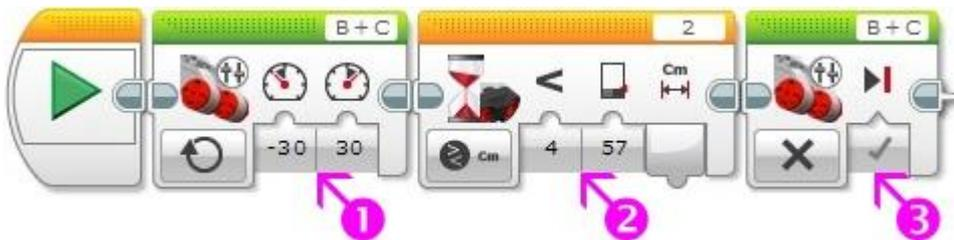

Рис. 3
1. Для того, чтобы заставить робота вращаться вокруг своей оси, воспользуемся программным блоком "Независимое управление моторами" "Зеленой палитры", Режим работы блока установим "Включить", значение мощности для порта "В" установим равным -30, значение мощности для порта "С" установим равным 30 (Рис. 3 поз.1).
2. Для поиска соперника используем программный блок "Ожидание" "Оранжевой палитры" в режиме "Ультразвуковой датчик - Сравнение - Расстояние в сантиметрах" с пороговым значением срабатывания датчика, равным 57 (Рис. 3 поз. 2).
3. После того, как робот окажется напротив соперника, используя программный блок "Независимое управление моторами" "Зеленой палитры" выключим моторы (Рис. 3 поз. 3).